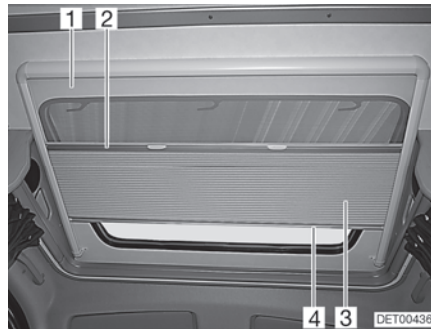

Bild 49 Takfönster
**Plisségardin** Plisségardinen (Bild 49,3) och insektsskyddet (Bild 49,1) är fastsatta i varandra.
- Ta tag i mitten på plisségardinens kantlist (Bild 49,4) och dra försiktigt ned den.
- Håll i plisségardinens kantlist (Bild 49,4) och drag sakta tillbaka den.
- Ta tag i mitten på insektsskyddets kantlist (Bild 49,2) och dra försiktigt ned den.
- Håll i insektsskyddet vid plisségardinens kantlist (Bild 49,4) och drag sakta tillbaka det.